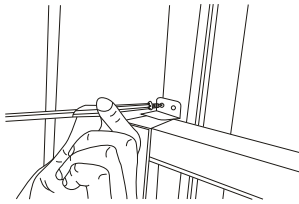

Fig.9
C. Pour fixer le châssis en place, fixez le verrou du châssis avec une vis de 3/4 ou 1/2 po (19 ou 12,7 mm) , comme démontré (fig. 9).